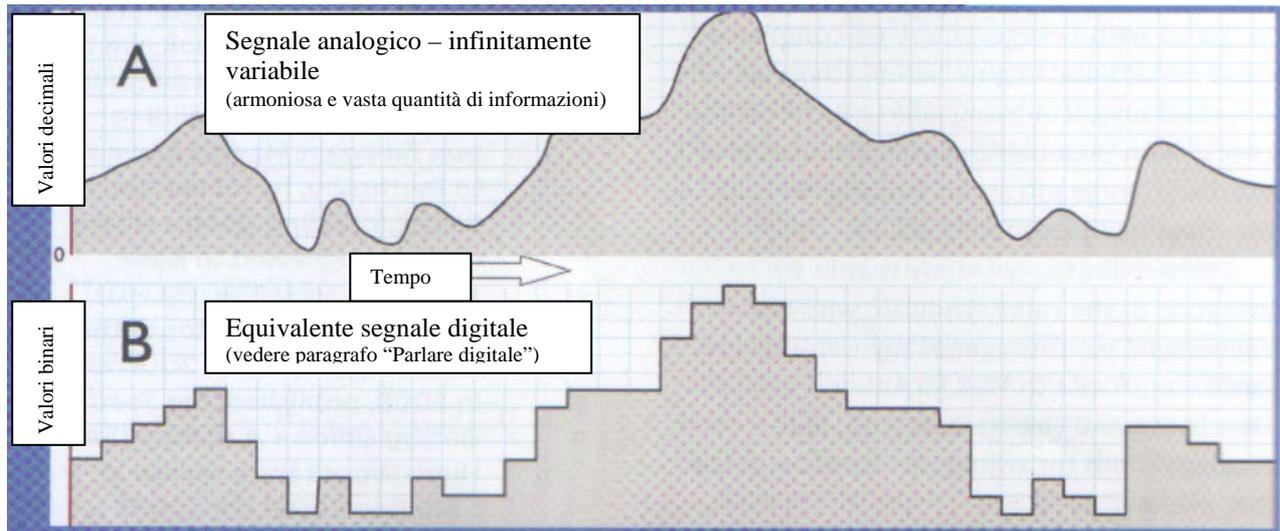
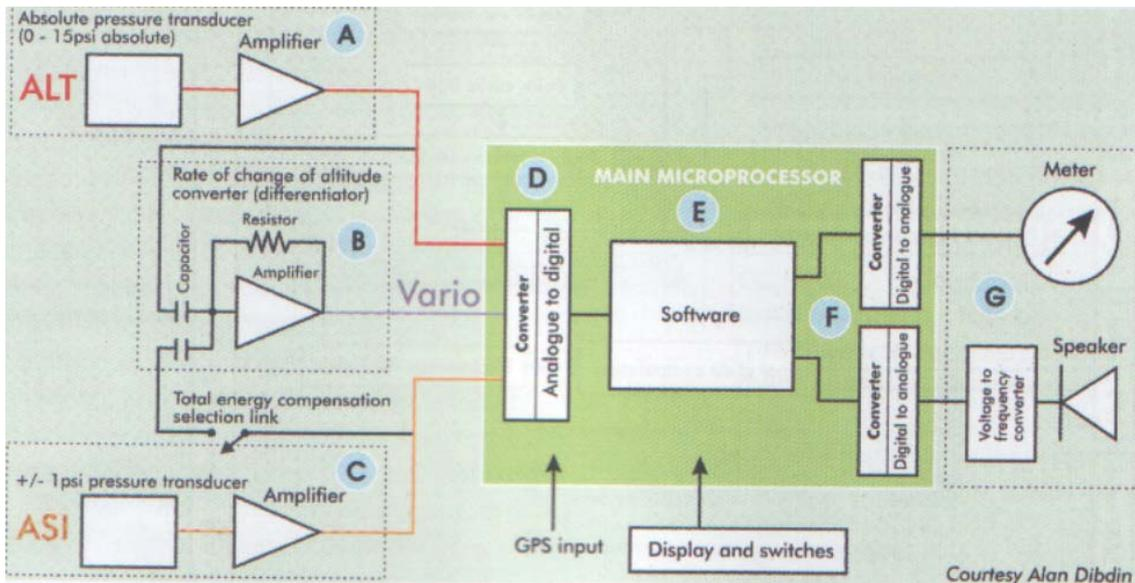

Figura 42. Segnali dal trasduttore
Figura 44. Schema funzionale di un variometro elettronico
Così frustrazioni a parte, c'è un problema tecnico. L'uscita dal trasduttore è un vecchio segnale analogico – un segnale senza giunzioni e infinitamente variabile che riportato su un grafico potrà sembrare come quello rappresentato in Figura 42 A.
Rappresentato graficamente, la conversione in digitale di un segnale analogico diventa come in Figura 42 B. Il modulo convertitore analogico/digitale all'interno del microprocessore (vedere Figura 44, complessivo D) prende regolari "istantanee", o campioni, del segnale analogico in ingresso. Ovviamente i due valori devono essere equivalenti (massimo valore in uno deve eguagliare il grandissimo numero nell'altro) ma la traduzione non deve essere letterale. Per esempio: cinque volt del segnale analogico non necessariamente saranno rappresentati da "5" (011) in binario. Il valore in binario dipende dalla "definizione" dell'istantanea, la quale a sua volta dipende da quanti bits sono disponibili per fare la conversione – ed immagazzinarlo. Esso dipende anche da quanto dettaglio è necessario in quel momento.
Una volta che il software ha fatto il suo lavoro, ogni cosa che salta fuori sull'uscita del microprocessore è in linguaggio binario – ed incomprensibile. Prima che un quadrante standard possa mostrare qualcosa, od una unità audio dare un debole segnale (vedere Figura 44, complessivi F e G), il segnale deve venire convertito nuovamente in analogico. In Figura 44 si vede come avviene il processo inverso, con il risultato elettronicamente semplificato di rendere comprensibile quello che diversamente verrebbe mostrato come una serie di sconcertanti movimenti.
Di massima, si potrebbe calcolare il rateo di salita o discesa usando i due campioni più recenti, ma parzialmente a causa della "definizione" in uscita, questa non lavora correttamente per molto piccole variazioni di pressione/altitudine. Ci sono diverse soluzioni per questo, non dubitate, ma il variometro preso in considerazione, il Dibdin, lo fa prendendo il segnale d'uscita amplificato del trasduttore (vedere Figura 44 box **A**) e caricando uno dei condensatori nel box **B** al medesimo voltaggio. Se successivamente **A** non cambia (l'aliante ne sale e ne scende) allora il condensatore caricato non fa fluire alcuna corrente nell'amplificatore **B**. Nell'istante in cui il voltaggio del condensatore si modifica, una corrente fluisce all'amplificatore, essa è direttamente connessa con il rateo di variazione della tensione del condensatore. Più rapidamente cambia **A**, maggiore sarà la corrente in uscita da **B**. Una resistenza messa in parallelo all'amplificatore ha lo scopo di creare una sequenza di ritorno che causa effettivamente la perdita dall'amplificatore, prevenendolo da una ricarica dal condensatore. Come l'uscita dal trasduttore, anche l'uscita dal box **B** viene convertita in digitale prima di entrare nel microprocessore.